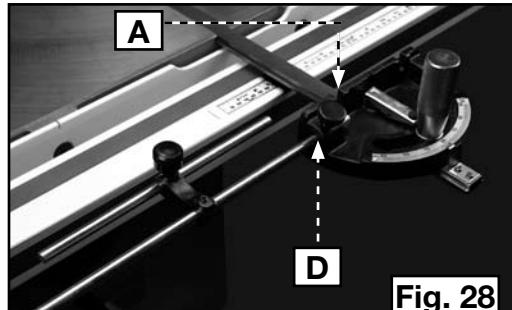

Fig. 28
2. Desserrer le bouton de verrouillage (A) fig. 28, et insérer l'extrémité de la tige à butée (D) dans le trou pratiqué sur le côté du corps du guide d'onglets.
3. Serrer le bouton de verrouillage (A) fig. 28.